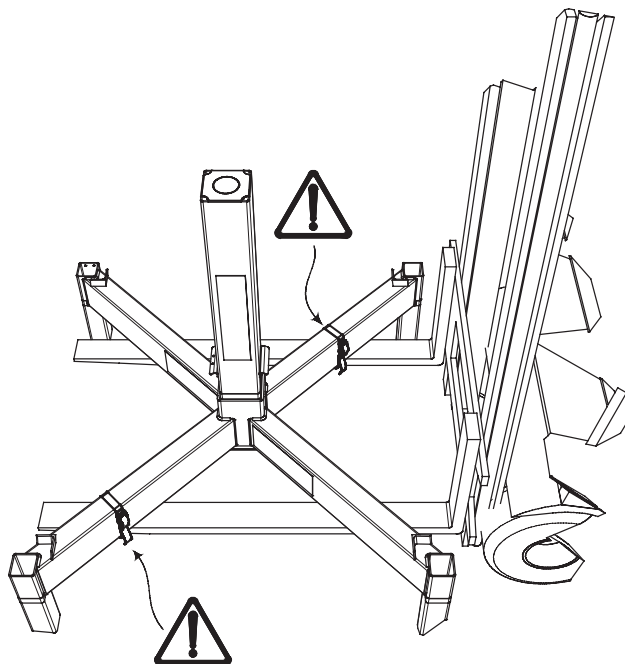

Figura 26. Utilizzare le Combistrap incluse per fissare il telaio superiore alle forche prima del sollevamento.
7. Utilizzando un carrello elevatore, posizionare le forche sotto i tubi orizzontali del telaio superiore, allargare le forche quanto più possibile e quindi, se necessario, fissare il gruppo del telaio superiore con le due Combistrap fornite prima di sollevarlo. Vanno fissate cinghie diagonalmente a ciascuna forca per assicurare un sollevamento sicuro, vedere Figura 26 di seguito. Ricordare che le cinghie devono essere serrate saldamente.